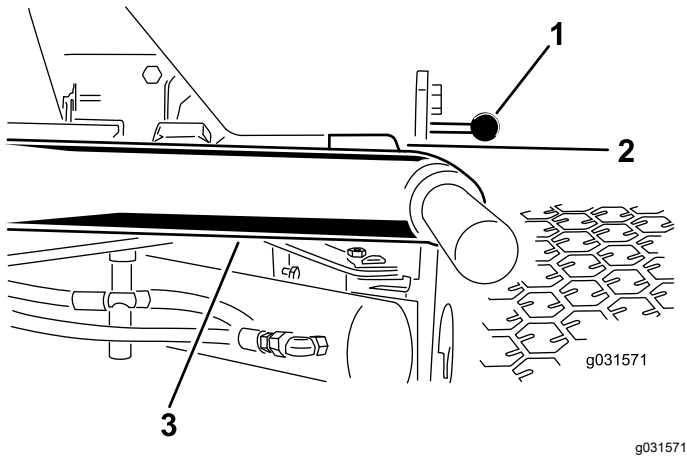

Figura 11
1. Arranque el motor, eleve las unidades de corte y compruebe que la holgura entre cada brazo de elevación y el soporte de la chapa de suelo es de 5 a 8 mm, tal y como se muestra en la Figura 11.